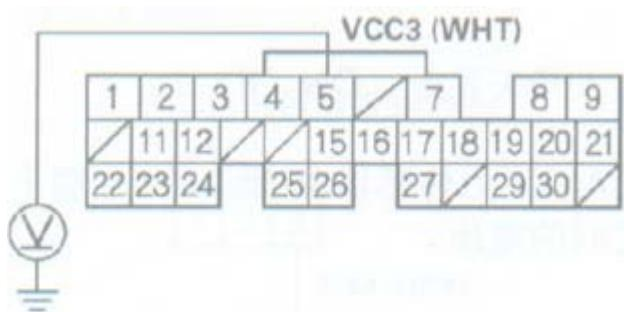

图 1
- 1) 将点火开关置于 ON(II) 处。
5) 将点火开关置于 OFF 处, 跨接 SCS 线路, 断开 PCM 插头 B (24P) (见图 1)。